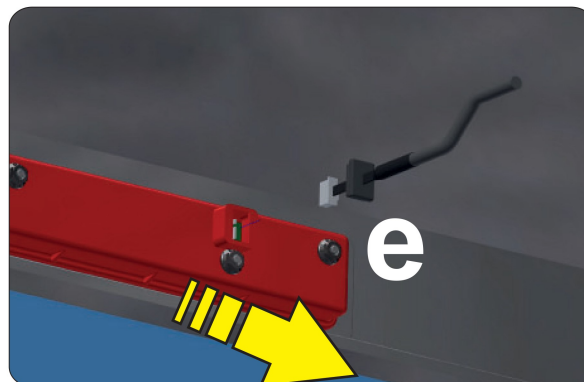

Fig. 14
- Déconnecter le câble de l'écran (position **e** - voir **Fig. 14**).